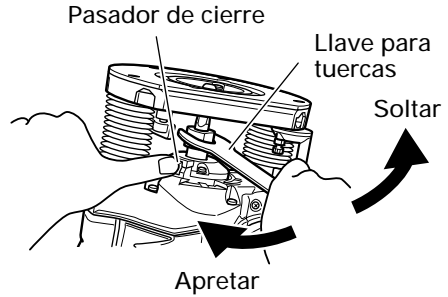

Fig. 2
- (1) Limpie e inserte el mango de la broca en el mandril portabroca hasta al fondo y seguidamente, hágalo retroceder aproximadamente 1/16" (aprox 2 mm).
- (2) Con la broca insertada y presionando el pasador de bloqueo que sujeta el eje del inducido, utilice la llave de 23 mm para apretar firmemente el mandril portabroca en el sentido de las agujas del reloj (visto desde la parte inferior de la fresadora). (Fig. 2)
- (3) Cuando se utiliza la broca de mango de 1/4" , reemplace el mandril portabroca equipado con una de las brocas de mango de 1/4" suministradas como accesorio estándar.